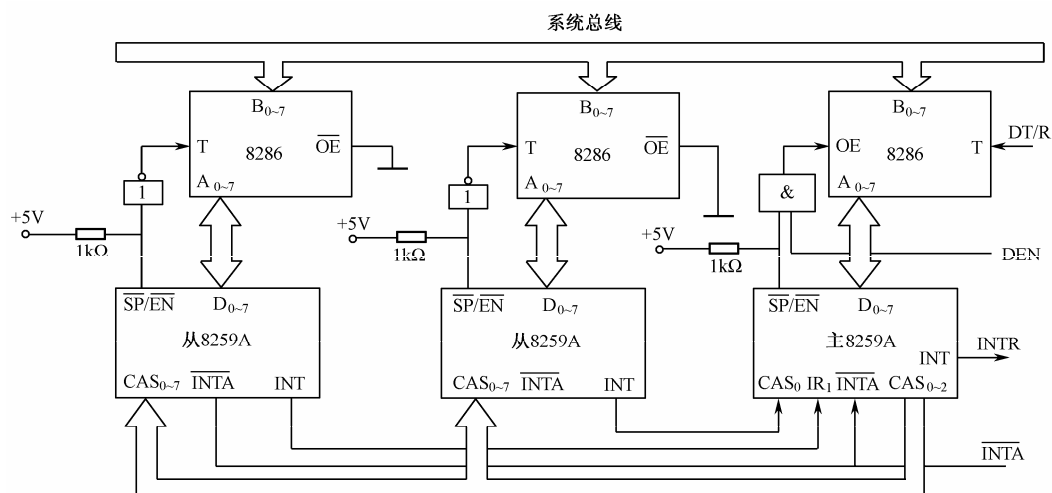

图 7-13 缓冲方式原理图
①  $D_7 \sim D_0$ : 双向三态数据总线, 8 位, 用于传送控制和状态信息、中断向量、中断类型码等。
②  $IR_7 \sim IR_0$ : 中断请求输入信号, 8 级中断源。一般情况下,  $IR_7$  的中断优先级别最低, 而  $IR_0$  的中断优先级别最高。能够使  $IRR$  的相应位置“1”的  $IR_i$  的有效状态有两种, 可用命令来设定。其一是边沿触发, 即  $IR$  必须由低变高产生一个跳变才能使  $IRR$  相应位的触发器置“1”, 提出中断请求; 其二是电平触发, 即只要  $IR$  是一个高电平即可。边沿触发具有锁存中断源中断请求信号的能力, 只要有一次跳变,  $IRR$  就能锁存中断请求状态, 而与中断源无关。而在电平触发方式中,  $IRR$  不能锁存中断源的中断请求状态, 即在中断响应之前, 中断源必须有能力保持中断请求信号为高电平, 否则将视为自行撤销中断请求。
③  $\overline{RD}$ : 读信号, 输入。当  $\overline{RD}=0$  时, 8259A 将状态信息送至数据总线供 CPU 使用。
④  $\overline{WR}$ : 写信号, 输入。当  $\overline{WR}=0$  时, 8259A 接收数据总线上 CPU 传来的数据。
⑤  $\overline{CS}$ : 片选信号, 输入, 低电平有效。当  $\overline{CS}=0$  时 8259A 被选中, 允许 CPU 对 8259A 进行读/写操作;  $\overline{CS}=1$  时芯片未被选中。
⑥  $A_0$ : 地址线, 输入。该信号与  $\overline{CS}$ 、 $\overline{RD}$ 、 $\overline{WR}$  一起用来选择 8259A 的内部寄存器。该信号通常直接连到地址总线的  $A_0$ , 8259A 用该信号控制接收 CPU 的命令字或向 CPU 发状态信息。8259A 有 4 个初始化命令字和 3 个操作命令字, 共需要 7 个寄存器, 但却只有一条地址线  $A_0$ , 只能有 2 个端口地址, 即一个奇地址和一个偶地址, 所以 7 个寄存器只好公用 2 个地址, 并以读/写顺序和命令字特征码加以区别。
⑦  $INT$ : 中断请求信号, 输出。只要 8259A 的中断逻辑判定中断请求信号有效, 就在这个引脚上产生一个高电平, 可接到 CPU 的中断输入端。
⑧  $\overline{INTA}$ : 中断响应信号, 输入, 是来自于 CPU 的响应脉冲, 8259A 根据  $ISR$  中的置位情况提供相应的中断类型码。8259A 在第二个  $\overline{INTA}$  时向 CPU 提供的中断类型码的高 5 位是用户在程序中规定的, 而低 3 位则是由 8259A 自动产生的。
⑨  $V_{CC}$ ,  $GND$ : 电源 (+5V) 和地。
⑩  $CAS_0 \sim CAS_2$ : 级联信号, 双向, 形成 8259A 的专用总线, 以便构成多片 8259A 的级联结构。当 8259A 是主片时,  $CAS_0 \sim CAS_2$  是输出线, 在 CPU 响应中断时, 输出被选中的从片代码。当 8259A 是从片时,  $CAS_0 \sim CAS_2$  是输入线, 在 CPU 响应中断时, 接收主片送出的被选中的从片代码, 然后在从片内将接收来的代码与本从片代码相比较, 看是否一致, 从而确定 CPU 响应的是不是本从片的中断请求。
⑪  $\overline{SP}/\overline{EN}$ : 从片编程/允许缓冲器信号, 双向, 低电平有效、双重功能引脚。当工作在缓冲器方式时, 它是输出信号, 用做允许缓冲器接收和发送的控制信号 ( $\overline{EN}$ ), 即启动 8259A 至 CPU 之间的数据总线缓冲器。如图 7-13 所示, 8259A 通过总线缓冲器 8286 (或者用 74245) 与系统数据总线连接, 控制 8286 的传送方向。当工作在非缓冲器方式时, 它是输入信号, 用来指明系统中的 8259A 究竟是作为主片工作 ( $\overline{SP}/\overline{EN}=1$ ) 的, 还是作为从片工作 ( $\overline{SP}/\overline{EN}=0$ ) 的, 要由程序命令来设定。缓冲器方式适合于 8259A 的级联。